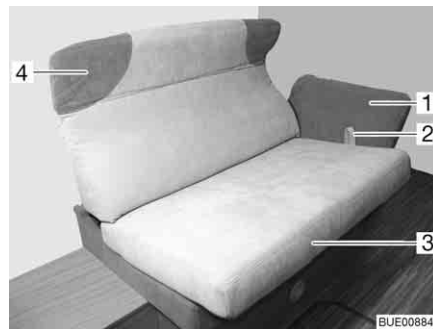

Bild 98 Verstellung der Längssitzbank
- Die Schlaufe (Bild 98,2) nach oben ziehen und die Sitzfläche (Bild 98,3) auf den Schienen bis zum Anschlag vorsichtig zur Mitte ziehen.
- Das Nackenpolster (Bild 98,4) mit beiden Händen fassen und vorsichtig bis zur gewünschten Position nach oben oder unten schwenken.
- Die Armlehne (Bild 98,1) mit beiden Händen fassen und vorsichtig bis zur gewünschten Position nach unten oder oben schwenken.